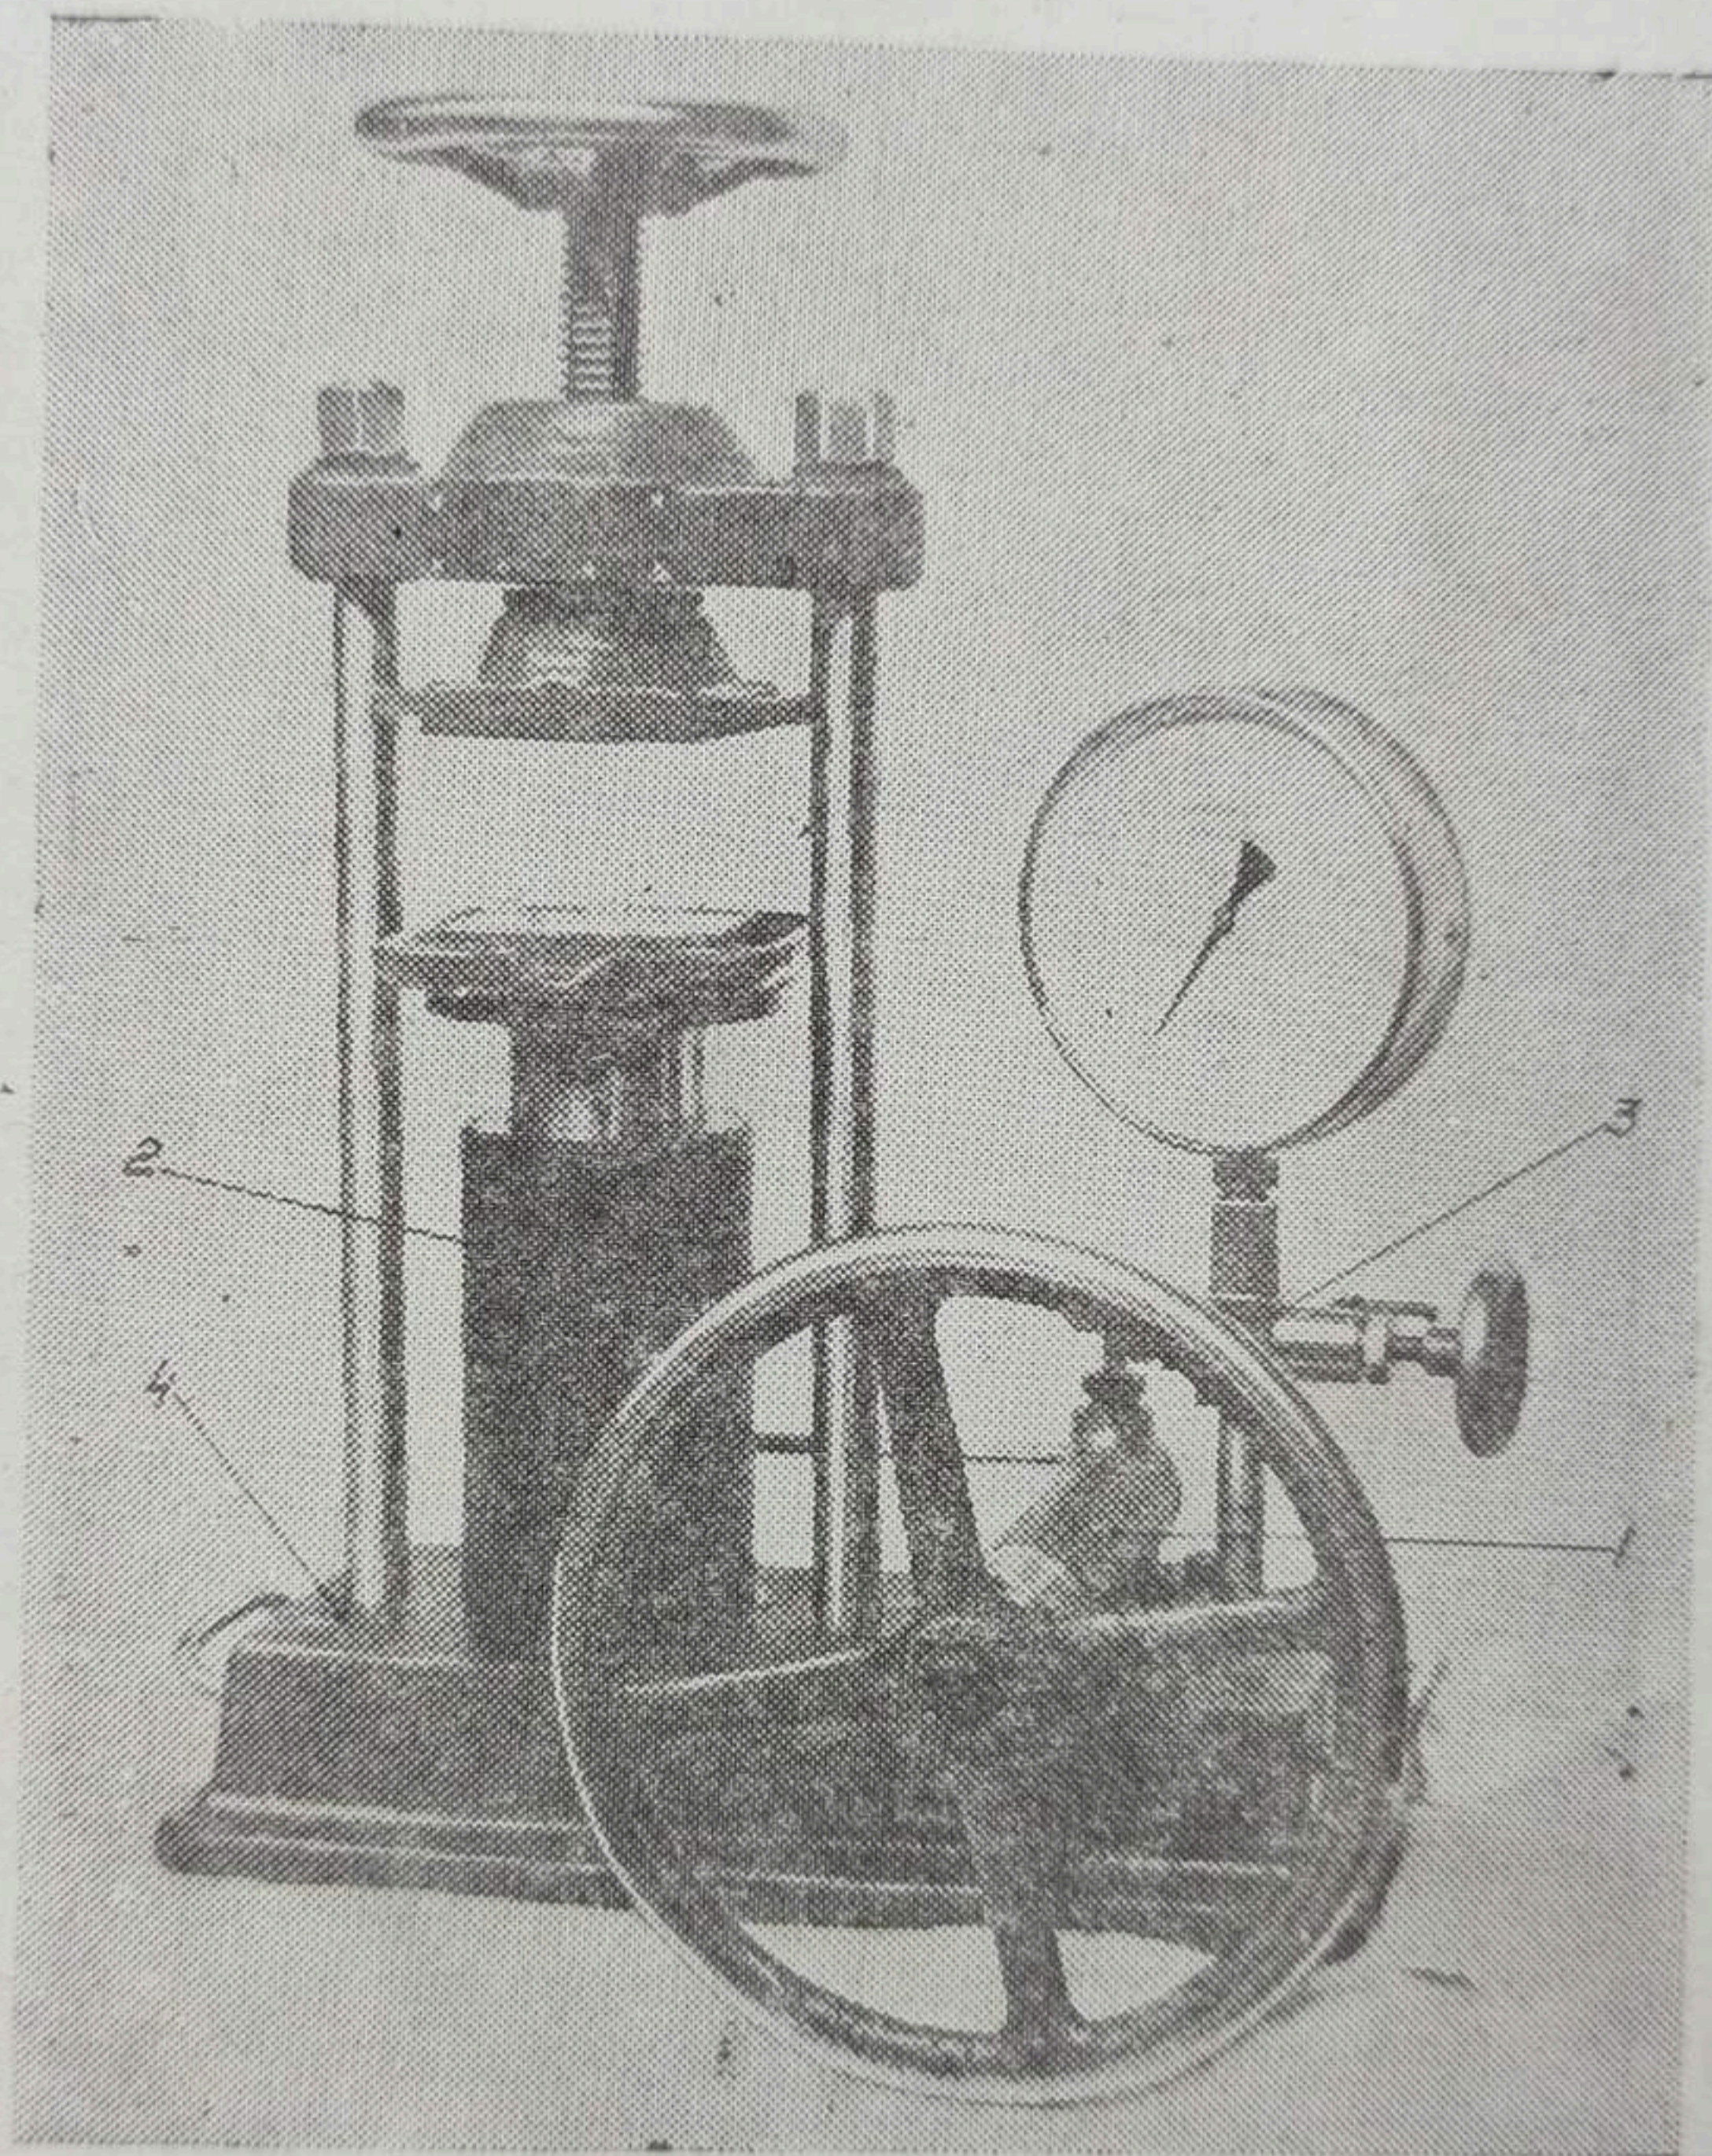

Рис. 1. Пресс гидравлический лабораторный 5-тонный ПГЛ5:
2. Прижать образец верхней опорой, вращая маховик 9 (рис. 1) по часовой стрелке.
Пресс (рис. 1) состоит из насоса рабочей части пресса, манометра с вентилем, смонтированных на общей плите.
Рабочая часть пресса (рис. 1) состоит из стального цилиндра 2 с точно пригнанным по нему стальным плунжером 5 (величина зазора 0,01—0,02 мм), через который передается необходимое усилие на испытываемый образец.
Вентиль манометра 3 (рис. 1) обеспечивает: